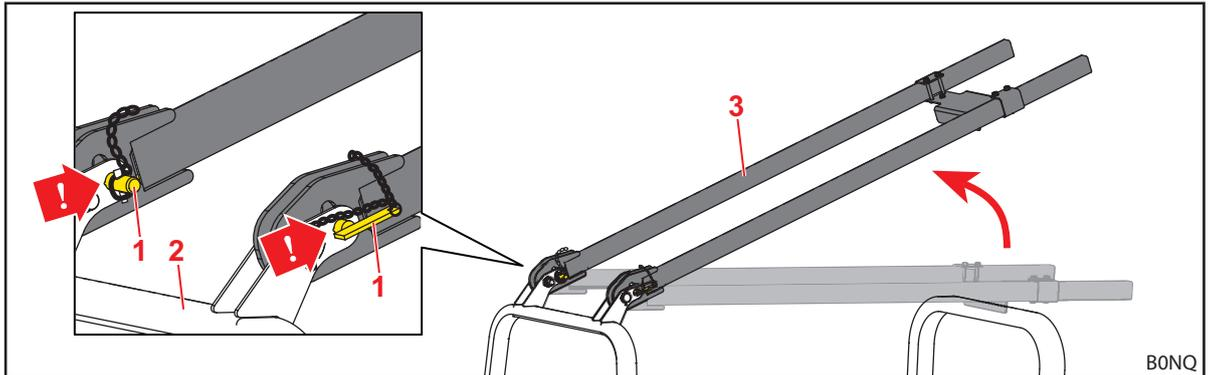

Fig. 40 Travessa levantada e fixada nos orifícios inferiores
- (1) Prender as travessas longas nos orifícios inferiores.
- Prender as travessas longas com os pinos nos orifícios inferiores (consulte Fig. 40).
- (2) Levantar a barra inferior (consulte a descrição para OPG sem travessas longas no início do capítulo).
- (3) Dobrar as travessas longas para baixo.